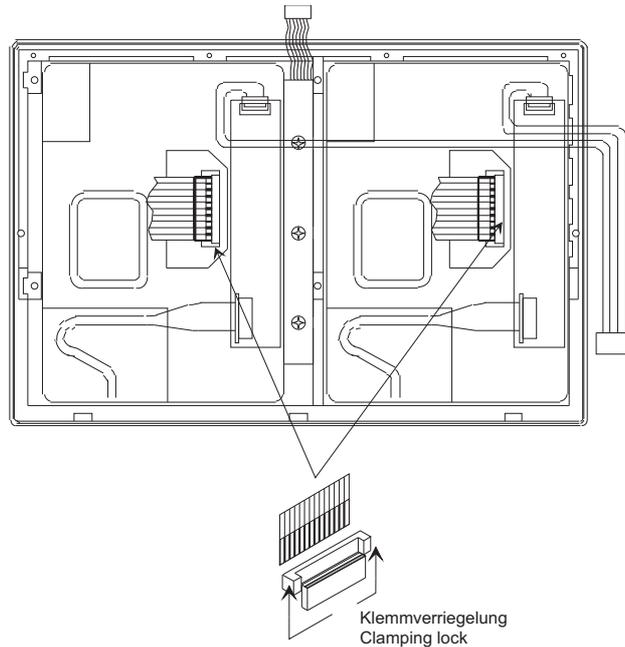

Bild D 8-15 : Lösen der Flachbandkabel am Display
7. Lösen Sie die Steckverbindungen der flexiblen Flachbandkabel am Display. Entfernen Sie die Flachbandkabel. Achten Sie darauf die Flachbandkabel nicht durch Verkanten zu beschädigen (Bild D 8-15).